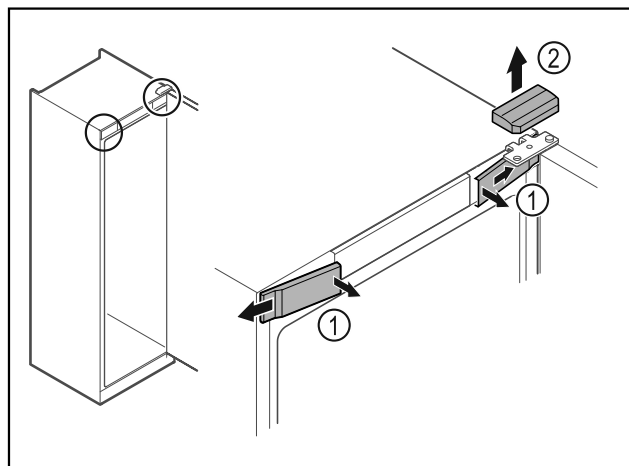

Fig. 8
- Spnite sprednje pokrove Fig. 8 (1) in jih odstranite proti strani.
► Zgornji pokrov Fig. 8 (2) snemite v smeri navzgor.